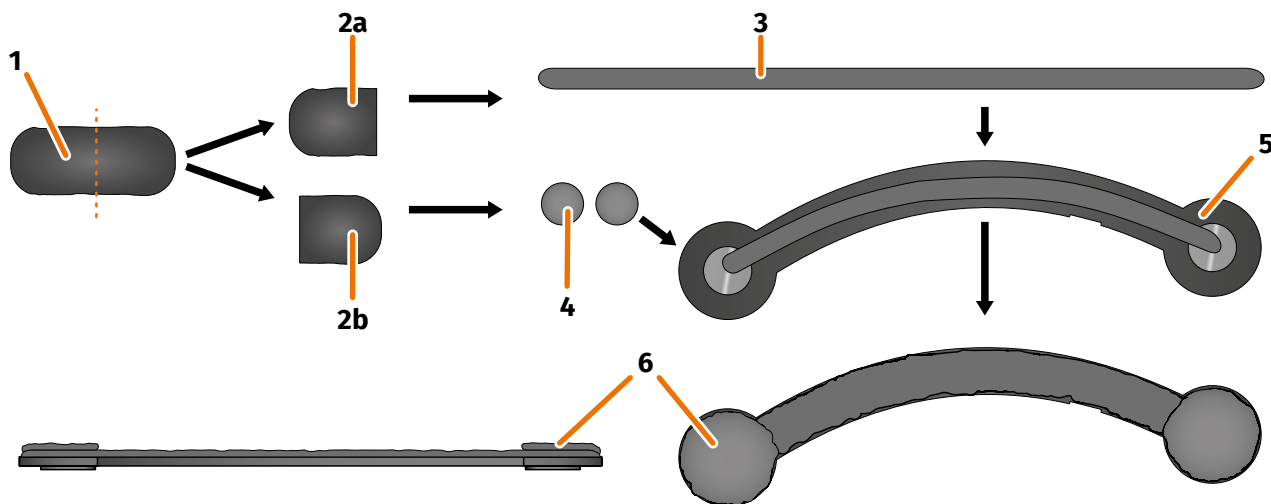

FIGURA 13 // Aplicar cola Sugru no adaptador de capacete estreito
1. Abra uma embalagem de cola Sugru e retire o conteúdo (FIGURA 13/1) da embalagem.
2. Divida a cola Sugru em duas metades (FIGURA 13/2a e 2b).
3. Forme um rolo (FIGURA 13/3) a partir de uma das metades da cola Sugru (FIGURA 13/2a), cujo comprimento seja igual ao do adaptador de capacete.
4. Divida a outra metade da cola Sugru (FIGURA 13/2b) em duas metades de tamanho igual e enrole ambas as metades em conjunto, formando esferas (FIGURA 13/4).
5. Coloque o rolo (FIGURA 13/3) do lado do adaptador de capacete, no qual são visíveis os ímãs (FIGURA 13/5).
7. Coloque ambas as esferas formadas respetivamente nas extremidades circulares do adaptador de capacete e pressione-as cuidadosa e uniformemente, de modo a uni-las com a camada de cola Sugru já aplicada (FIGURA 13/6).